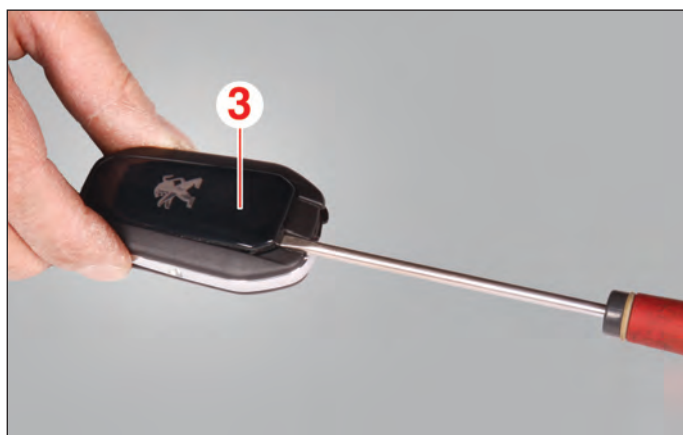

FIG.7
- A l'aide d'un petit tournevis, dégrafer le couvercle (3) côté sigle Peugeot (Fig.7).
- le couvercle (3),